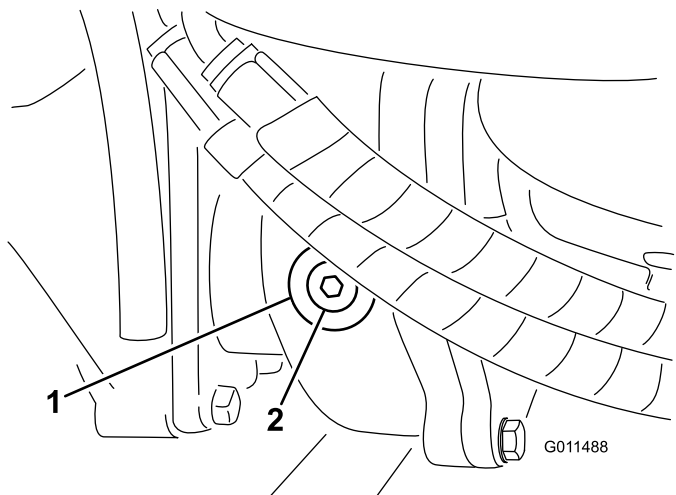

図 86
2. ギアボックスの左側から点検・補給用プラグを抜き、穴の高さまで潤滑油があることを確認する 図 86。